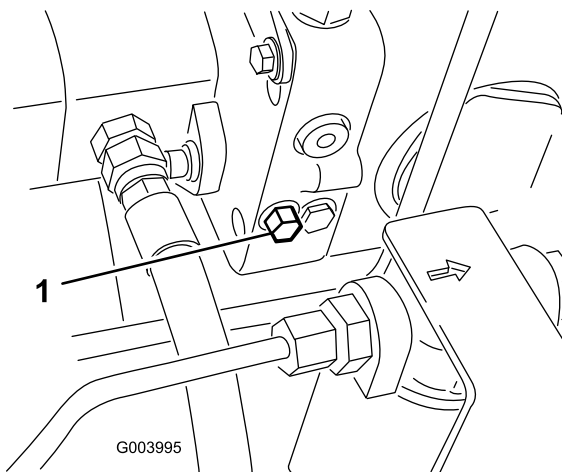

Bild 72
1. Drehen Sie die Schraube des Sicherheitsventils um eine 1½ Umdrehungen, um das Ventil zu öffnen und Öl intern abzulenken (Bild 72).